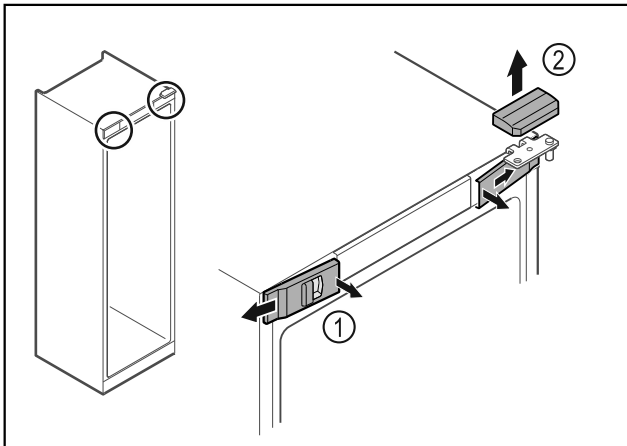

Fig. 9
- ▶ Ξεκομπώστε εσωτερικά τα μπροστινά καλύμματα Fig. 9 (1) και αφαιρέστε τα προς το πλάι.
- ▶ Αφαιρέστε προς τα επάνω το επάνω κάλυμμα Fig. 9 (2).